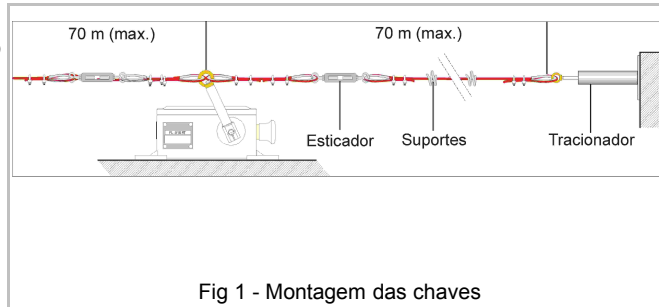

Fig 1 - Montagem das chaves
2.1 Fixar os tracionadores, suportes de cabos e as chaves de emergência na estrutura do transportador conforme fig. 1.
2.6 Destravar a chave. Neste momento, a alavanca deve ficar aproximadamente na posição vertical (como no diagrama da fig. 1). Para fazer o ajuste fino de posição da alavanca, gire o corpo de um dos esticadores até que a alavanca da chave fique na posição vertical. Se necessário, ajuste o outro esticador. Neste momento, os eixos dos tracionadores estão em uma posição tal que a 1ª marca estará visível e próxima ao corpo do tracionador (<10 mm).